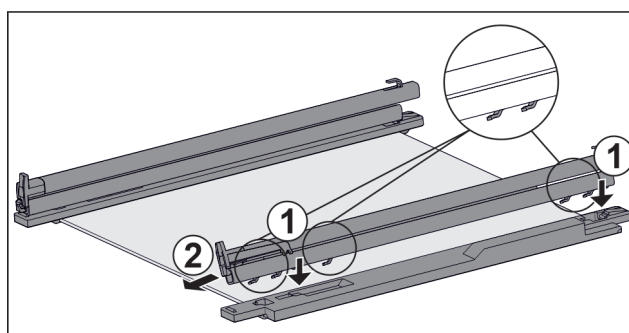

Fig. 114 Tablette en verre avec rails et pièces de retenue
- ▶ Placer les crochets du rail sur les ouvertures de la pièce de retenue de **gauche**. Fig. 114 (1)
- ▶ Tirer le rail vers l'avant. Fig. 114 (2)
- ▶ Placer les crochets du rail sur les ouvertures de la pièce de retenue de **droite**. Fig. 114 (1)